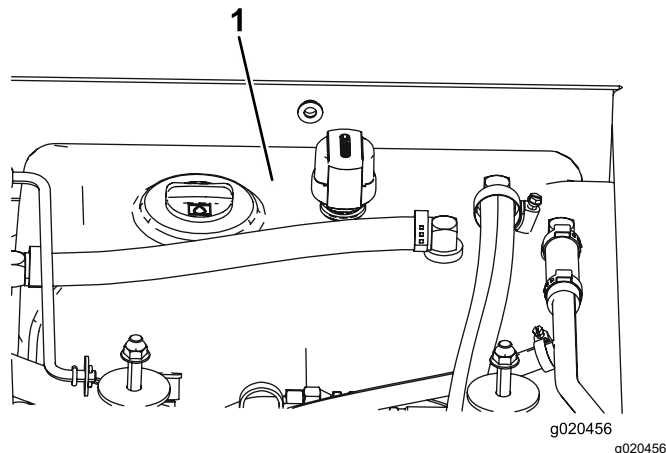

Bild 83
4. Füllen Sie den Hydraulikbehälter (Bild 83) mit Hydrauliköl, siehe Prüfen des Hydrauliköls \(Seite 74\).